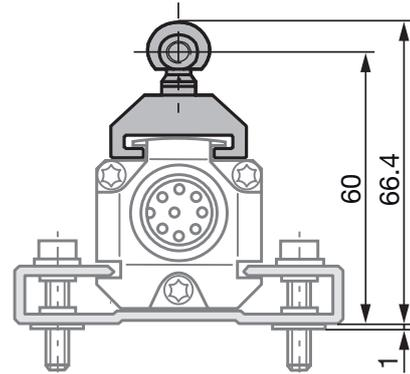
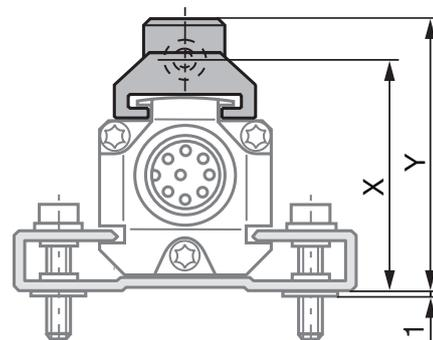
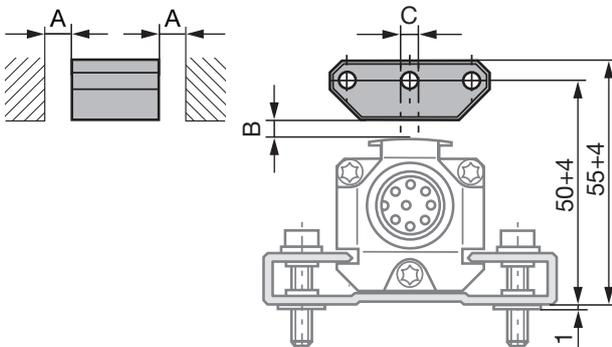
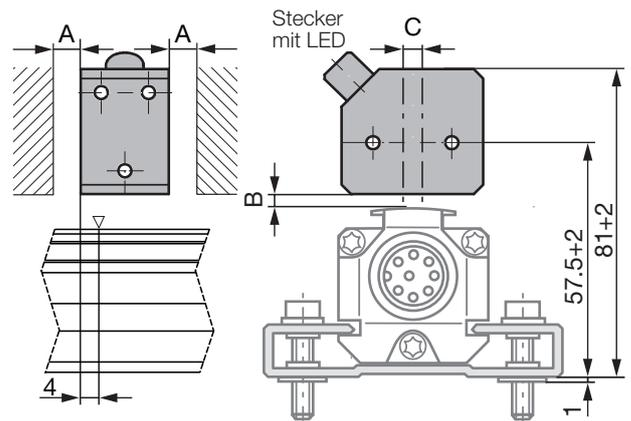

Bild 4-1: Maße und Abstände mit Positionsgewerber BTL5-F-2814-1S
Bild 4-3: Maße und Abstände mit Positionsgewerber BTL5-M/N-2814-1S
Bild 4-4: Maße und Abstände mit Positionsgeber BTL5-P-3800-2
Bild 4-8: Maße und Abstände mit Positionsgeber BTL5-P-4500-1 mit elektrischer Magnetfeld-Erzeugung (24 V/100 mA)
i Der Wegaufnehmer Micropulse in Profilbauweise eignet sich sowohl für freie, d. h. berührungslos arbeitende Positiongeber (siehe Bild 4-4 bis Bild 4-8) als auch für geführte Positiongeber (siehe Bild 4-1 bis Bild 4-3).
- Der Abstand A zwischen Positionsgeber und Teilen, die aus magnetisierbarem Material bestehen, muss mindestens 10 mm betragen (siehe Bild 4-4 bis Bild 4-8).
- Für den Abstand B zwischen Positionsgeber und Wegaufnehmer und für den Mitterversatz C (siehe Bild 4-4 bis Bild 4-8) sind folgende Werte einzuhalten:
i Der Messbereich ist um 4 mm in Richtung des BTL-Steckers versetzt (siehe Bild 4-8).